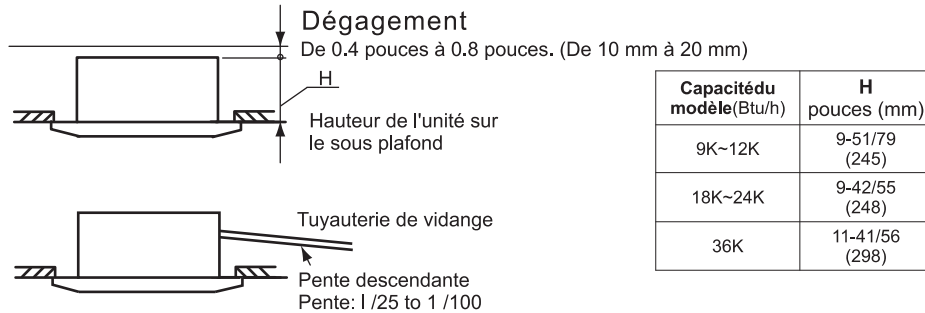

Fig. 3.2 Emplacement de l'installation de l'unité intérieure
- Sélectionnez l'emplacement d'installation comme illustré sur la figure 3.2
- (A) Espace minimum
- (B) Pente descendante de la tuyauterie de vidange : 1/25 ~ 1/100